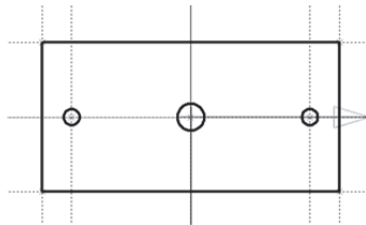

Рисунок 7.2
2. Щёлкните в автоменю «Создать две перпендикулярные прямые и узел» и зафиксируйте положение узла в начале координат. Завершите выполнение команды щелчком на кнопке «Выход из команды» в автоменю. Постройте для удобства вспомогательные параллельные прямые согласно приведённому примеру (рис. 7.2). Расстояние от центра до горизонтальных прямых должно составлять **12,5 мм**, до вертикальных — **20,0** и **25,0 мм**. Затем в режиме создания линий изображения постройте по вспомогательным прямым прямоугольник и три окружности; две диаметром **2,7 мм** и одну — **4,5 мм**.